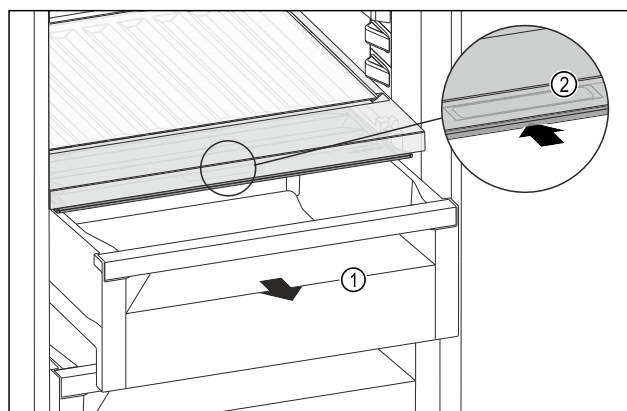

Fig. 178
- Extrageți sertarul Fig. 178 (1).
- Prindeți mânerul încastrat Fig. 178 (2) de la capacul compartimentului și glisați concomitent capacul compartimentului spre partea posterioară.